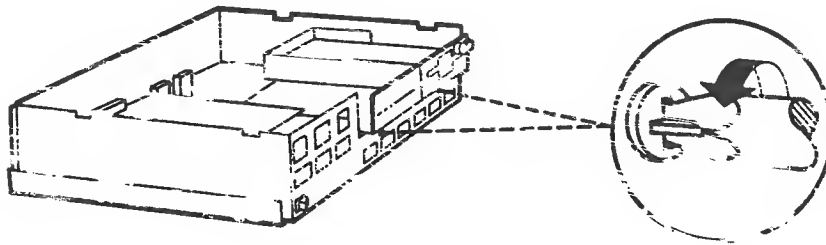

Bild 2-4 Laufwerkshalterung lösen
- * Lösen Sie die zwei Kreuzschlitzschrauben an der Vorderseite (Bild 2-4).